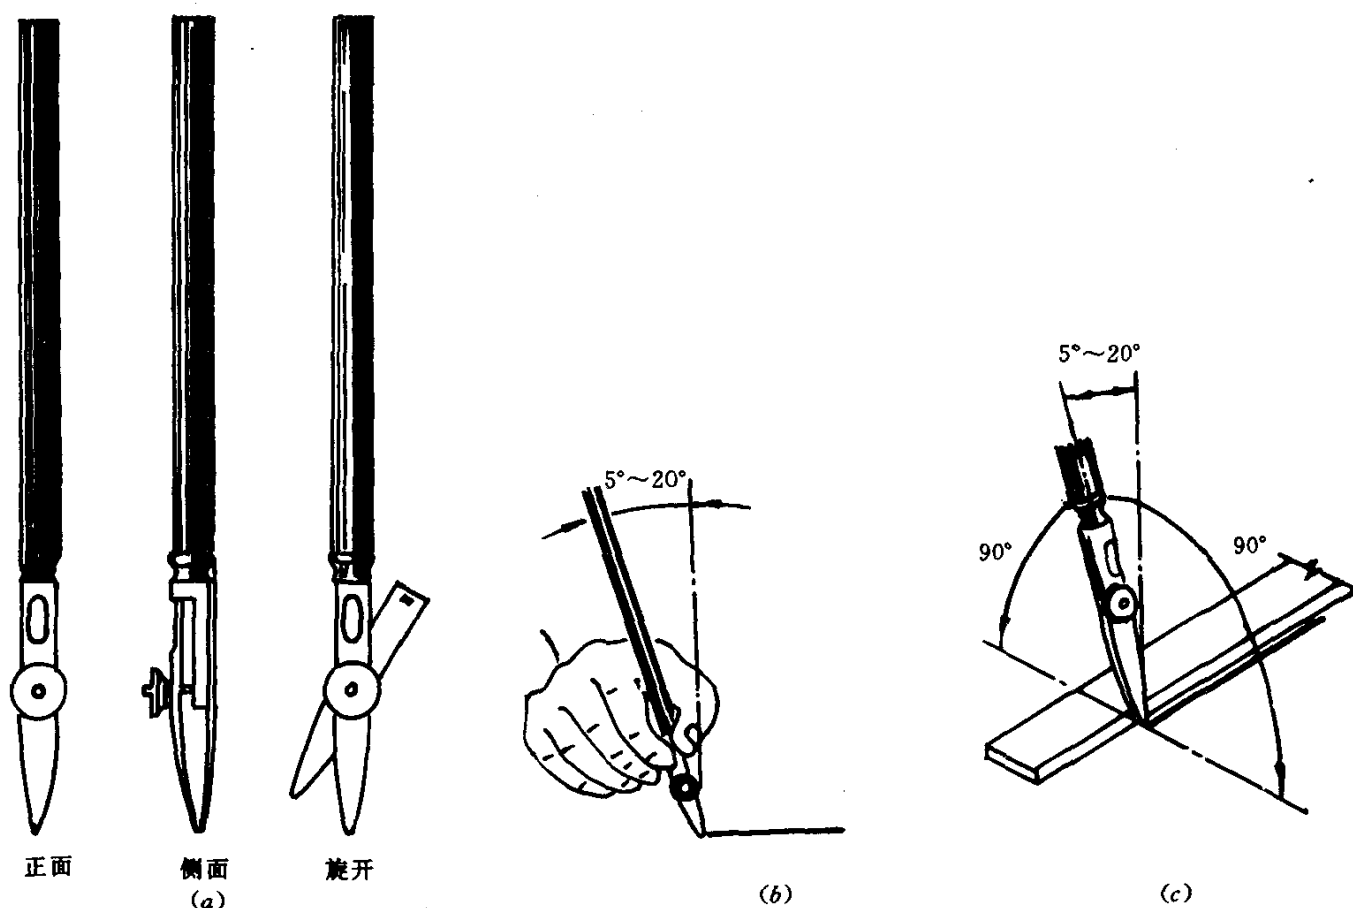

图 1-10 鸭嘴笔及其执笔方法
4. 直线笔（鸭嘴笔） 直线笔是描图上墨用的画线工具。使用时拧螺钉调好两叶片的间距以决定墨线的粗细，加墨水时要用墨水瓶上的吸管或小钢笔将墨水滴入两叶片之间，墨水的高度约为 5~6mm。画墨线时，两叶片要同时均匀地接触纸面，笔要向前进方向倾斜 $5^{\circ}\sim 20^{\circ}$ 角（图 1-10），笔尖不要过于靠紧尺身而外倾，也不要内倾，运笔速度要均匀。直线笔用后要及时把叶片内外擦净并松开调整螺母保存。